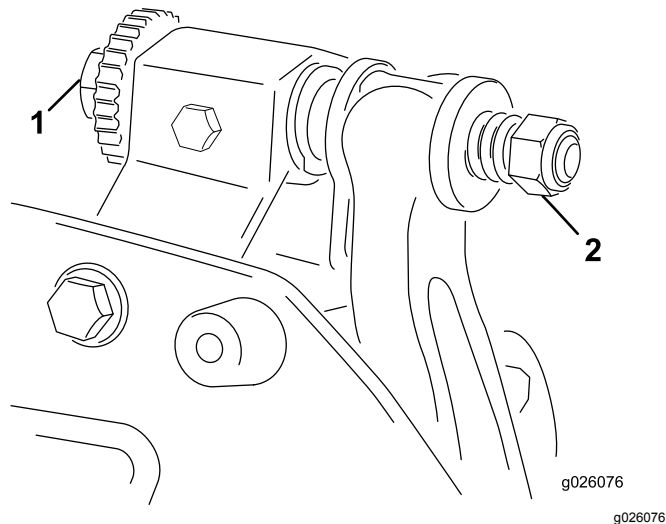

图10
- A. 顺时针旋转底刀架调节螺丝 图10 一次调整一格直到感觉并听到轻微的接触。
6. 向右转动底刀架调节螺栓 图10 通过左右滑动薄垫片直至感到薄垫片上存在轻微的压力。取出薄垫片。